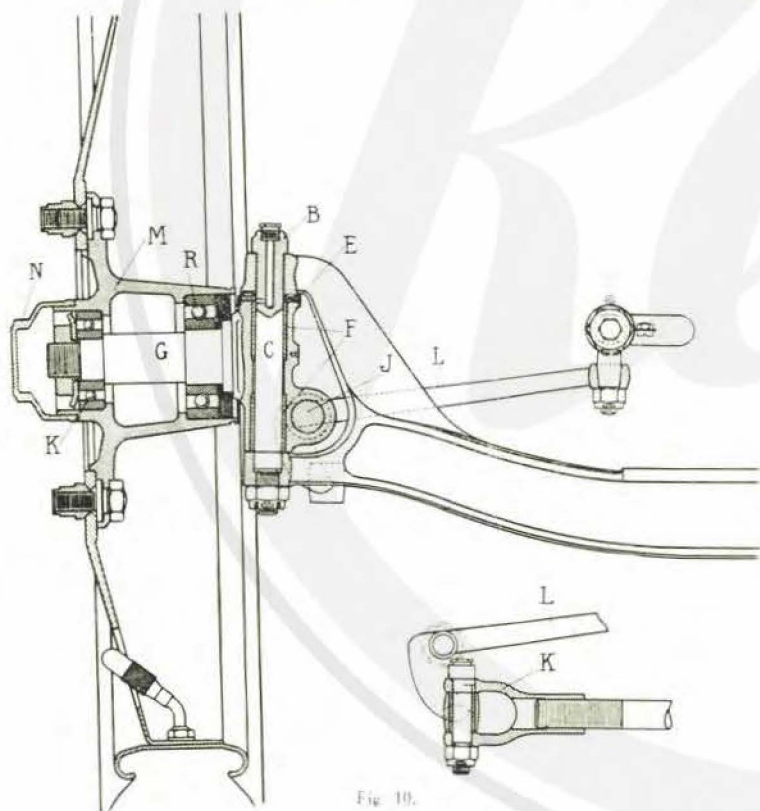

Fig. 10.
**ESSIEU AV.** — L'essieu AV (fig. 10) est du type à chapes. Sa section médiane est en forme de double T. Les bossages B sont traversés par un axe de pivot C foré à son extrémité supérieure et portant un graisseur Técalémit d'où le lubrifiant vient aux bagues en bronze dur F de la fusée en acier forgé G. Cette fusée soutient l'essieu par l'intermédiaire d'une bague en acier trempé E. Elle maintient d'autre part, la roue fixée au moyeu M, grâce aux roulements R.
**RÉGLAGE DU PARALLÉLISME DES ROUES AVANT.** — La barre de connexion des roues avant (fig. 10) est filetée à ses extrémités. Sur ces filetages viennent se fixer les chapes qui s'articulent aux extrémités des leviers de direction. Il suffit de désaccoupler les chapes et les leviers pour pouvoir visser les premières d'un certain nombre de tours et régler ainsi la longueur de la barre de connexion. Faire pincer les roues avant de 4 millimètres mesurés à la jante.